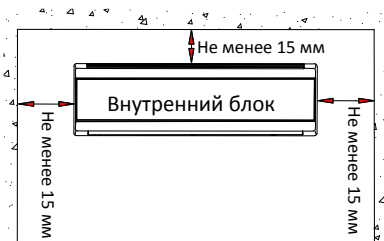

Рис. 1
- Проверьте расстояния для установки, как показано на рис. 1.